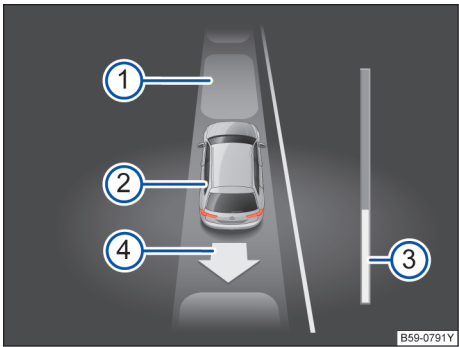

图 174 在组合仪表的显示器中：与车道平行的驶出
→ 图 174 的图例：
7.	倒车，至出现泊车雷达系统的持续音讯号 或：倒车行驶，直到在组合仪表的显示器中出现前进的要求。 进度条→图 174 ③ 表示待行驶距离→第 177 页。